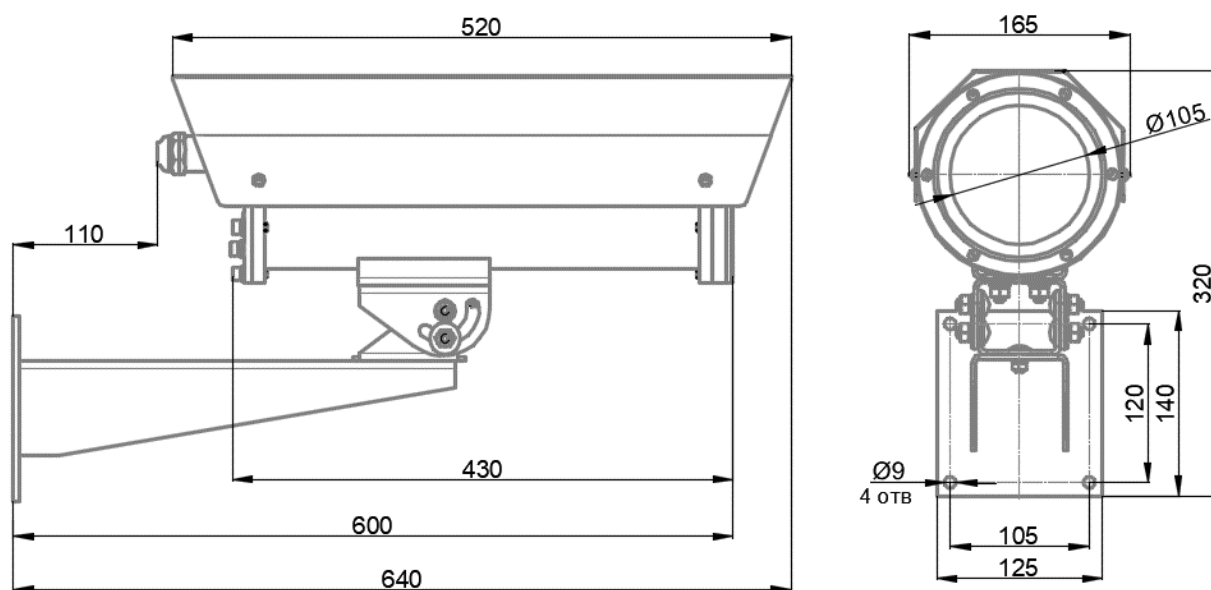

Рисунок 4.1 – Габаритные размеры термокожуха
4.1.1 Габаритные размеры термокожуха указаны на рис. 4.1.